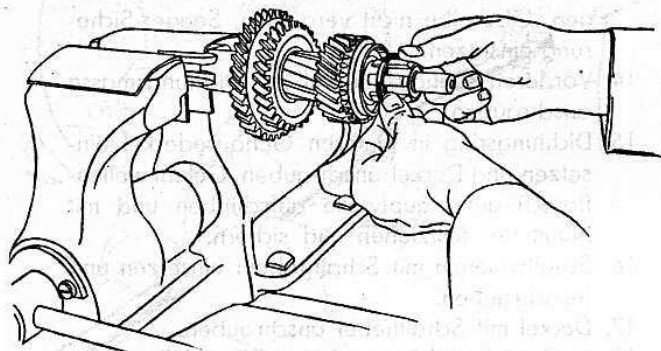

Bild 89
6. Drittes Gangrad (e) aufschieben, Nutenring (f) einsetzen und um Keilbreite verdrehen, damit der Nasenkeil eingeschoben werden kann (Bild 89).